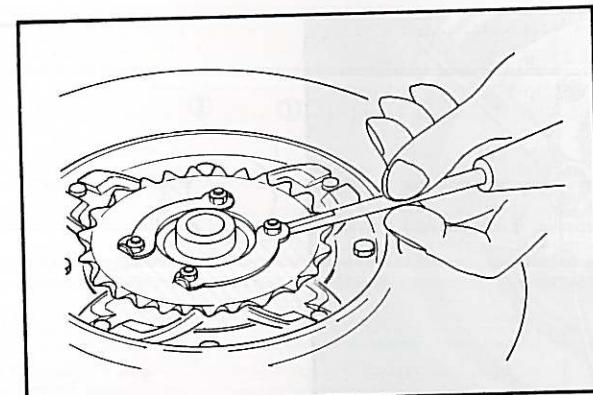

Fig. 5-5-4
Bend the tabs of the lock washers fully against the securing bolt flats. (Fig. 5-5-4)
4. Lors du remontage, nettoyer soigneusement le pignon et sa surface d'appui. Serrer les boulons de fixation en croix. Replier complètement les rondelles freins contre les pans des boulons. (Fig. 5-5-4)
4. Vor dem Wiedereinbau sicherstellen, daß das Kettenrad und dessen Sitz sauber sind. Befestigungsschrauben überkreuz festziehen. Lappen der Sicherungsscheibe vollständig gegen die Schlüsselfläche der Befestigungsmuttern biegen. (Fig. 5-5-4)